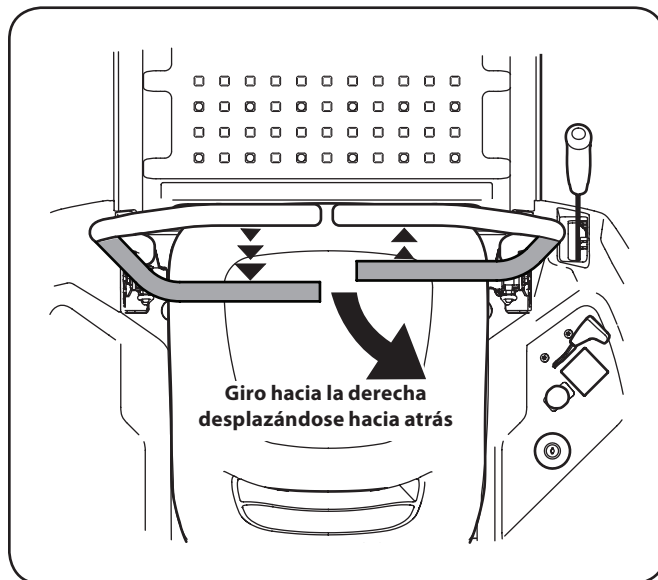

Figura 5-8
2. Para girar a la derecha mientras se desplaza marcha atrás, mueva la palanca de control del lado derecho hacia adelante respecto de la palanca izquierda. Consulte la Figura 5-8.